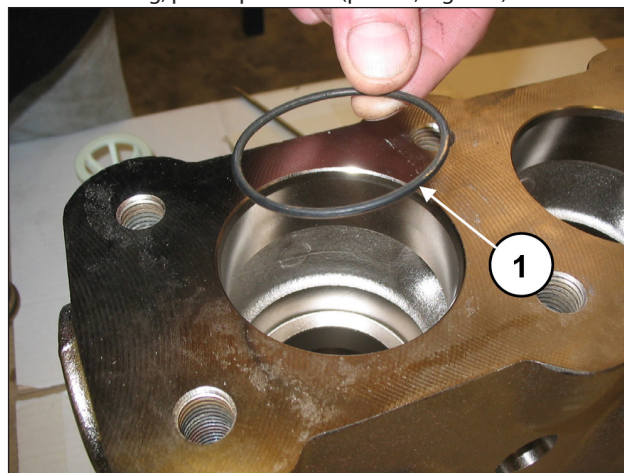

Fig. 120
Inserire l'O-ring, pos. esploso n. 5 (pos. ①, Fig. 120).